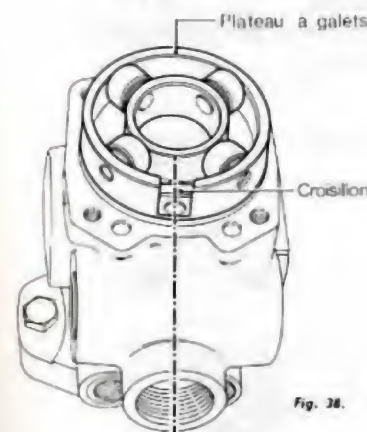

Fig. 38.
- Introduire avec précaution le plateau à galets, puis le croisillon orienté vers le logement de l'axe rotatif (tenir le plateau à galets horizontalement, afin d'éviter la séparation des diverses pièces) (fig. 38).